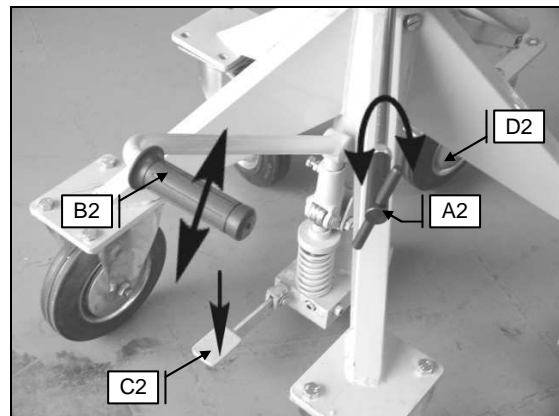

Abbildung 5.2 – Drehbock Maxx verstellen
- Die Feststellschraube [Abb. 5.2; A2] dient als Klemmung, damit sich die Auflagefläche bei der Bearbeitung nicht dreht. Sollte es der nächste Arbeitsschritt erforderlich machen, die Feststellschraube einfach kurz lösen und die Auflagefläche entsprechend drehen.